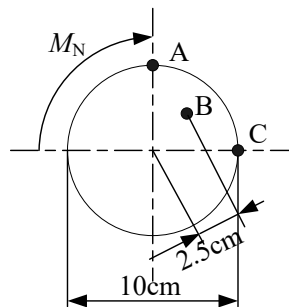

图 2
4、如图 2，实心轴直径 $D = 100\text{mm}$ ，长度 $l = 1\text{m}$ ，承受扭矩 $M_x = 20\text{kN} \cdot \text{m}$ ，已知材料的剪切弹性模量 $G = 80\text{GPa}$ ，则下面点 A、B、C 的切应力大小和方向为：（方向在图中画出）(6%)